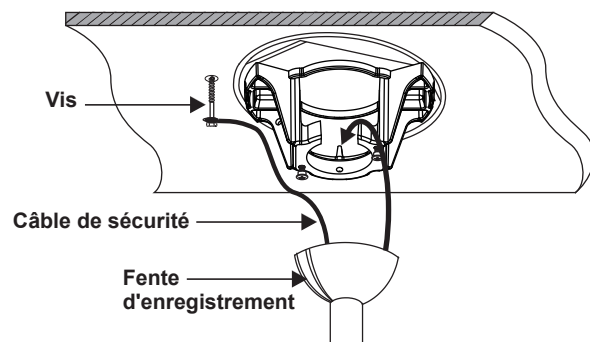

Figure 10
9. Soulevez maintenant l'assemblage du moteur (ventilateur avec pales) en position et placez la boule de suspension dans le support de suspension. Tournez la tige de suspension jusqu'à ce que la « languette de contrôle » soit tombée dans la « fente d'enregistrement » et que la tige de suspension et le siège de l'assemblage de la tige de suspension et la boule soient fermement fixés. La tige de suspension et la boule ne devraient pas tourner si cela est fait correctement. (Fig. 10)
10. Un support de sécurité supplémentaire est fourni pour empêcher le ventilateur de tomber. Fixez le câble de sécurité à la solive de plafond à l'aide d'une vis et d'une rondelle. (Fig. 10)